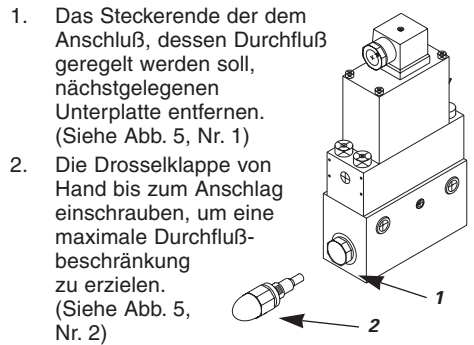

Abbildung 5
- Das Steckerende der dem Anschluß, dessen Durchfluß geregelt werden soll, nächstgelegenen Unterplatte entfernen. (Siehe Abb. 5, Nr. 1)
- Die Drosselklappe von Hand bis zum Anschlag einschrauben, um eine maximale Durchflußbeschränkung zu erzielen. (Siehe Abb. 5, Nr. 2)
1. Rimuovere il tappo dall'estremità della sottopiastra più prossima alla porta per il controllo del flusso (v. fig. 5, n. 1).